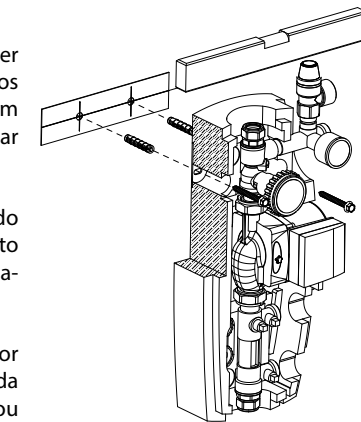

Fig. 1
- 6 - Coloque o grupo na parede e fixe com os parafusos que vêm com a unidade. (fig. 1)